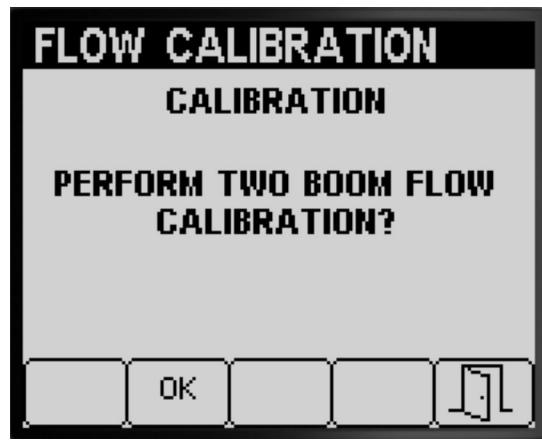

Figura 58
Si completó una calibración de 3 secciones de fumigación, el InfoCenter le indica que debe realizar una calibración de 2 secciones de fumigación (Figura 58); realice una de las acciones siguientes:
- Si no necesita realizar la calibración de 2 secciones de fumigación, pulse el botón 5 para volver a la pantalla Calibrar (Figura 58).